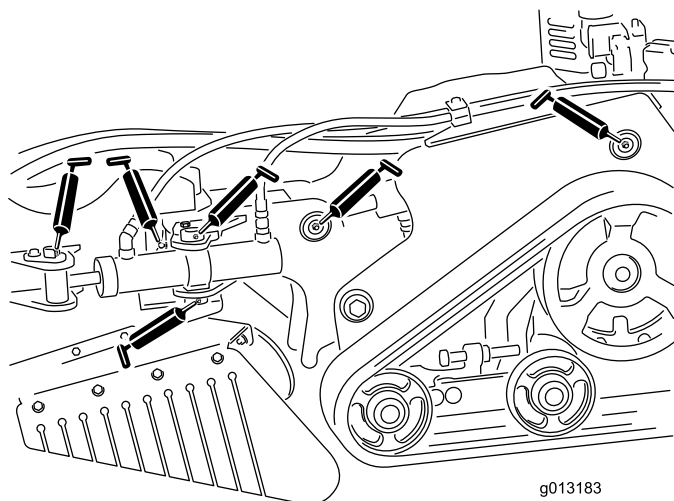
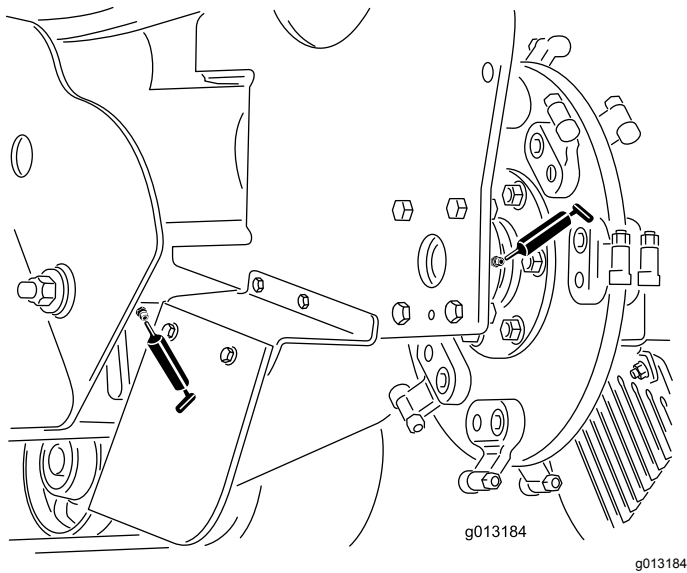

Figure 24
Figure 25
4. Raccordez une pompe à graisse à chaque graisseur (Figure 24 et Figure 25).